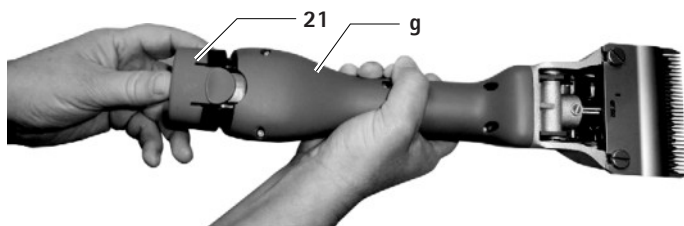

図 2
- ▶ リチウムイオンバッテリー 21 を引き抜き、充電するか充電済みのリチウムイオンバッテリー GT641 (3INR19/66-1) を充電式ヘアカッター g に入れます参照先 図 2。